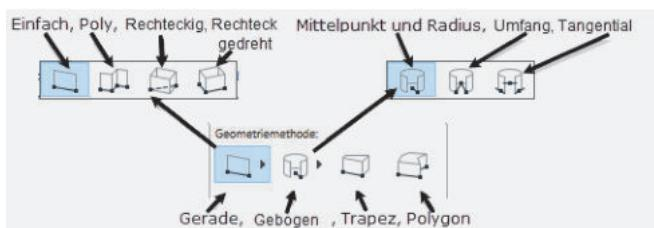

Abb. 1.22: WAND-Geometriemethoden
Nun folgen vier wichtige Buttons ⑦ mit den *Geometriemethoden* (Abbildung 1.22) zur Wanderstellung: